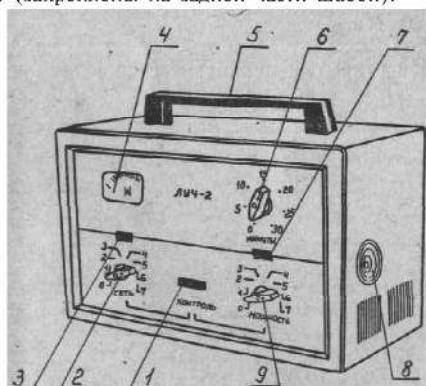

Рис. 1. Общий вид аппарата ЛУЧ-2:
- ручка переключателя (В3) СЕТЬ рис. 1, поз. 2;
- ручка переключателя (В5) МОЩНОСТЬ рис. 1, поз. 9;
- ручка процедурных часов МИНУТЫ рис. 1, поз. 6;
- тумблер (В4) КОНТРОЛЬ рис. 1, поз. 1;
- измерительный прибор (ИП) (рис. 1, поз. 4);
- лампа сигнальная (Л2) рис. 1, поз. 3, сигнализирующая о включении аппарата в сеть;
- лампа сигнальная (Л1) рис. 1, поз. 7, сигнализирующая о подаче высокого напряжения на магнетронный генератор.
4.2.5. На кожухе закреплены ручка для переноски аппарата (рис. 1, поз. 5) и приборная розетка высокочастотного разъема (рис. 1, поз. 8) для присоединения высокочастотного кабеля.
- Подсоединить один конец провода защитного заземления к клемме заземления аппарата (на задней стенке), а другой, конец с помощью струбцины — к контуру заземления. Подсоединить высокочастотный кабель к розетке на боковой стенке аппарата (рис. 1, поз. 8). При соединении высокочастотного кабеля не допускать вращения кабеля относительно разъема.
7. 5. Тумблер "КОНТРОЛЬ" (рис. 1, поз. 1), переключить в положение СЕТЬ. Поворотом ручки переключателя СЕТЬ (рис. 1, поз. 2) по часовой стрелке включить сетевое напряжение,
при этом должна загореться сигнальная лампа (рис. 1, поз. 3). Ручку переключателя СЕТЬ поворачивать (следя за прибором ИП) до тех пор, пока стрелка прибора ИП (рис. 1, поз. 4) не установится в пределах красного сектора.
7. 6. Ручку процедурных часов (рис. 1, поз. 6) повернуть по часовой стрелке до упора, затем поворотом ее назад установить в положение 3 минуты. Выждать 1—1,5 минуты (время, необходимое для разогрева катода магнетрона), перевести ручку переключателя МОЩНОСТЬ (рис. 1, поз. 8) в положение 1, включив тем самым в схему магнетронного генератора высокое напряжение на магнетрон. При этом должна загореться сигнальная лампа (рис. 1, поз. 7). Стрелка измерительного прибора (ИП) должна отклониться от нулевого положения.
7.. 8. По истечении 3 минут, установленных ручкой МИНУТЫ, включается звуковая сигнализация — звенит зуммер (ЗМ), извещающий об окончании процедуры, выключается автоматически высокое напряжение и гаснет лампочка Л1 (рис. 1, поз. 7).